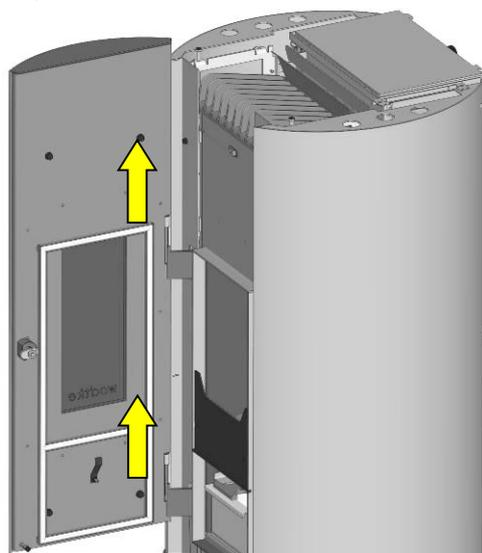

Abb. 13: Tür aushängen
1. Die Tür mit dem beiliegenden Innensechskantgriff öffnen und nach oben aushängen (Abb. 13).